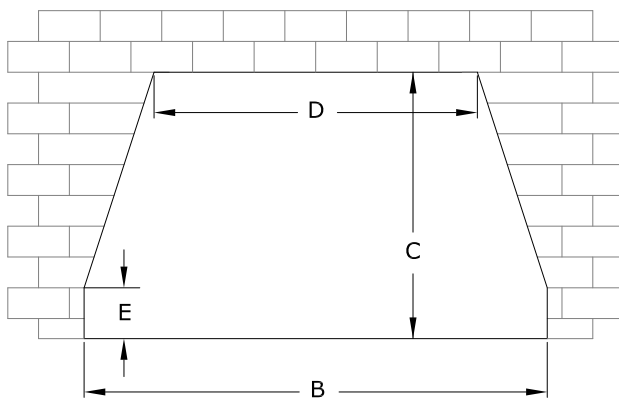

Figure 3.2 - Dimensions minimums d'ouverture du foyer existant
- Voir les dimensions minimums requises à la Figure 3.2 et au Tableau 3.1.
- Si vous installez le protecteur de plancher NK34-FLP, ajoutez 1/2 po (12,7 mm) (dimension totale du protecteur de plancher) à la hauteur (A), pour maintenir les dégagements minimums de l'ouverture.